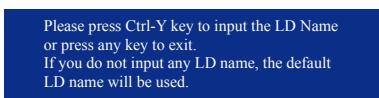

图1
5. 设定完成之后，按下<Ctrl>+<Y>键存储设定值后将出现如图1的画面。按下<Ctrl>+<Y>键自行设定磁盘阵列名称，若无输入，将自动使用预设的名称。